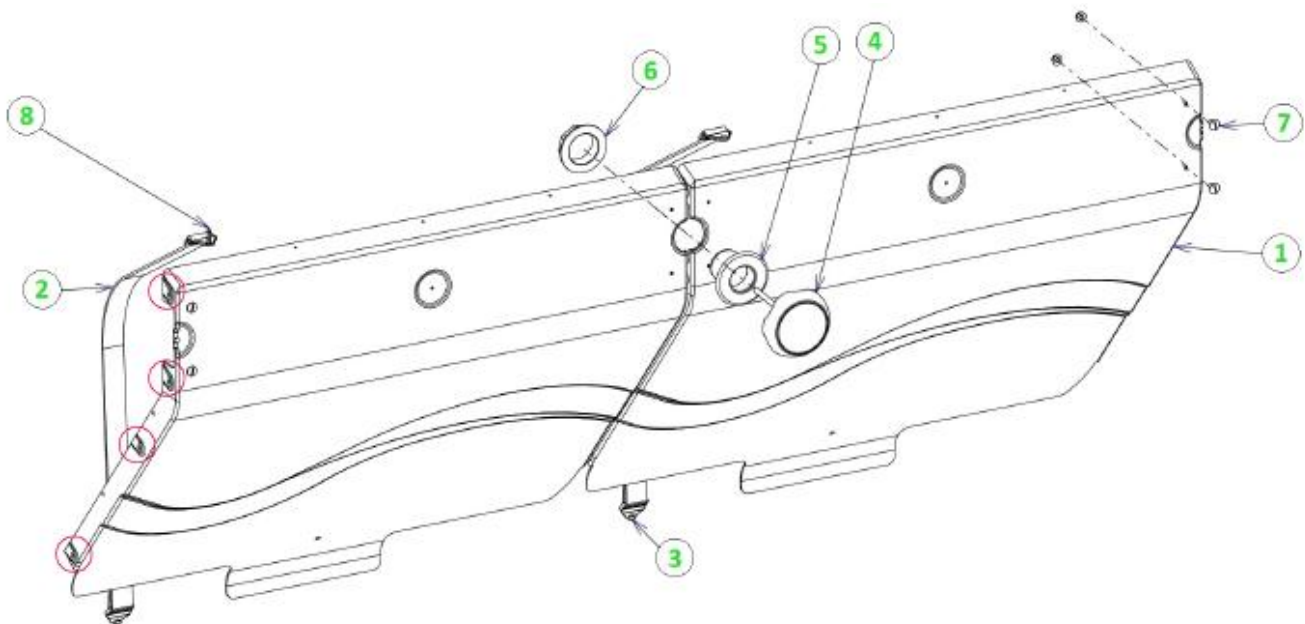

Figure 43 – Montage van de scheidingswand en de schijnwerper
De montagestappen van de scheidingswand en de schijnwerper zijn aangegeven in *Figure 43*. Benodigde schroeven om ze te monteren bevinden zich in zak Y.
Monteer de twee modules (1) van de scheidingswand met behulp van acht rvs zeskantschroeven 8×20 A4 en acht bouten met een diameter van 8 mm, met een sluitring met een diameter van 8 mm aan elke kant van de wand, zestien sluitringen in totaal. De locaties van deze schroeven op de wanden zijn aangegeven met acht rode cirkels in *Figure 43*.